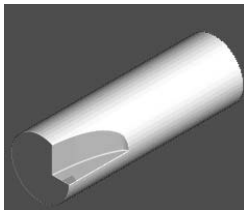

图 4-58 仿真加工结果 1
2) 在“仿真”工具栏的“当前刀具路径”下拉列表中选择要模拟的刀具路径 rough, 然后单击“执行”按钮, 系统开始自动仿真加工, 仿真加工结果如图 4-58 所示。